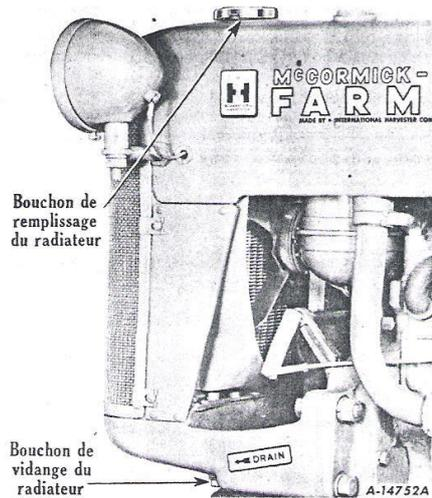

Figure 45 - Système de refroidissement.
1 - Retirez le bouchon de vidange du radiateur, placé du côté gauche, sous le radiateur, figure 45.
- 1 - Vidangez le système de refroidissement en retirant le bouchon de vidange, figure 45. Laissez la vidange s'effectuer complètement et revissez le bouchon.